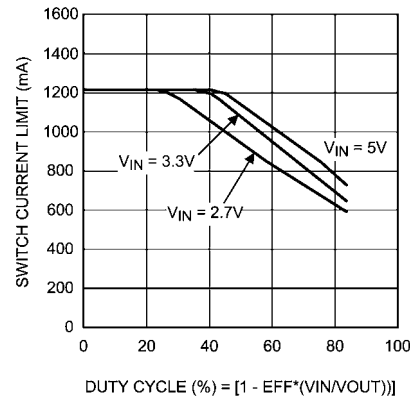

FIGURE 3. Switch Current Limit vs Duty Cycle
**Note 4:** スイッチ電流制限はデューティ・サイクルに依存します。記載のリミット値はデューティ・サイクル 50% 以下に対する値です。アプリケーション情報の最大スイッチ電流の Figure 3 を参照してください。
最大 FET スwitch電流は、電流制限回路が電流を制限する直前の状態で得られ、アプリケーションのデューティ・サイクルに依存します。Figure 3 に代表値かつ保証値であるスイッチ電流を、実効 (実際の) デューティ・サイクルの関数として示します。